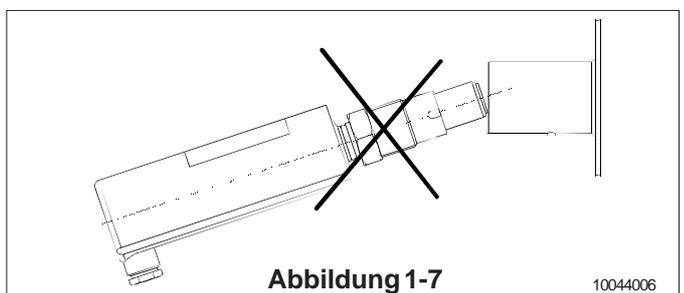

Abbildung 1-7
- Einführen des Meßumformers in der Mittelachse (Nicht verkanten!) (Abbildung 1-7) und darauf achten, daß die Nut in den Führungsstift des Stutzens gleitet. Damit wird der Meßumformer vor Verdrehung geschützt.